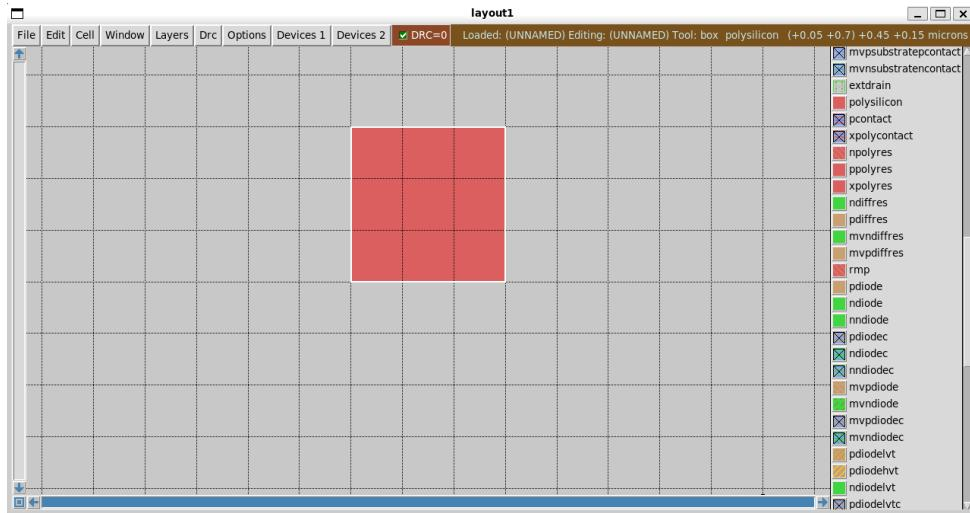

Figura 34: Visualização inicial com a camada de polisilício presente no layout.
Passo 1: Identificar a camada no layout Primeiramente, observe o layout com todas as camadas visíveis. Na Figura 34, a camada de polisilício, que desejamos ocultar, está visível e selecionada.